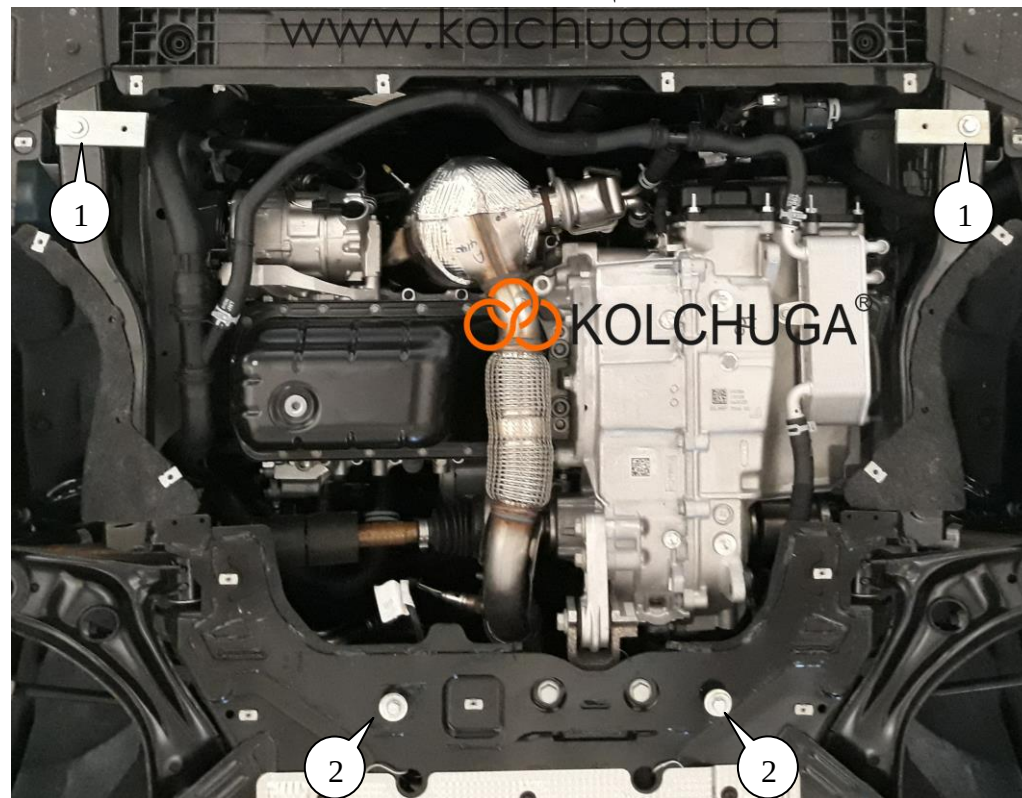

Рис.1
2. Установить планки 7 над отверстиями подрамника и наживить болты 3, поз.2, рис.1, либо рассверлить отверстия до Ø11 и установить гайки 8 специальным приспособлением.
4. Установить кронштейны 2 болтами 4 к гайкам 8, поз.1, рис.1.